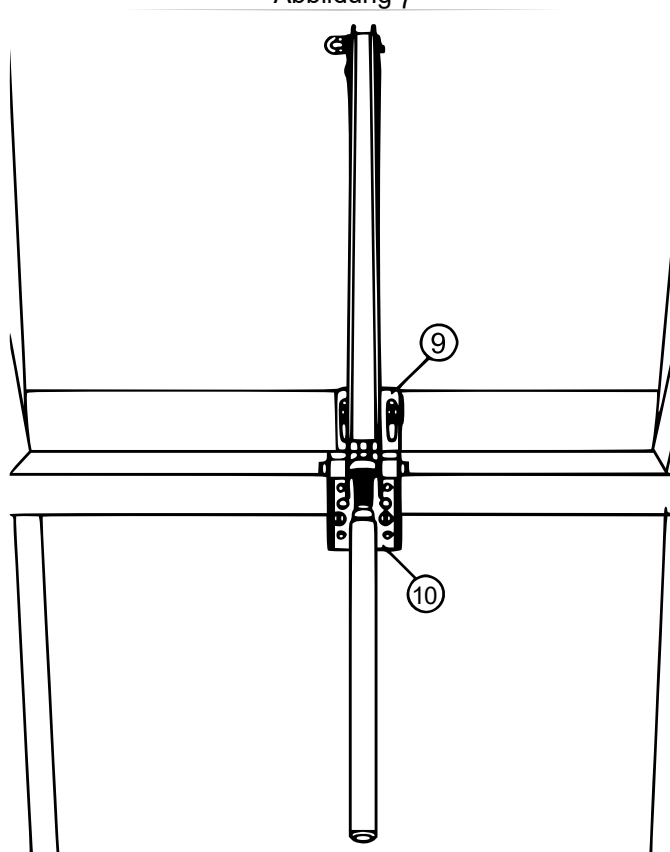

Abbildung 8
- Bringen Sie die Rahmenhalterung (10) an der Fensterbank und die Fensterhalterung (9) am Fensterrahmen, oberhalb der Rahmenhalterung (10), an. Das Fenster sollte geschlossen sein (siehe Abb. 8).
- Schrauben Sie den Zylinder (1) in das Zylindergehäuse (2), bis das Gewinde auf beiden Seiten des Gehäuses gleich lang ist.